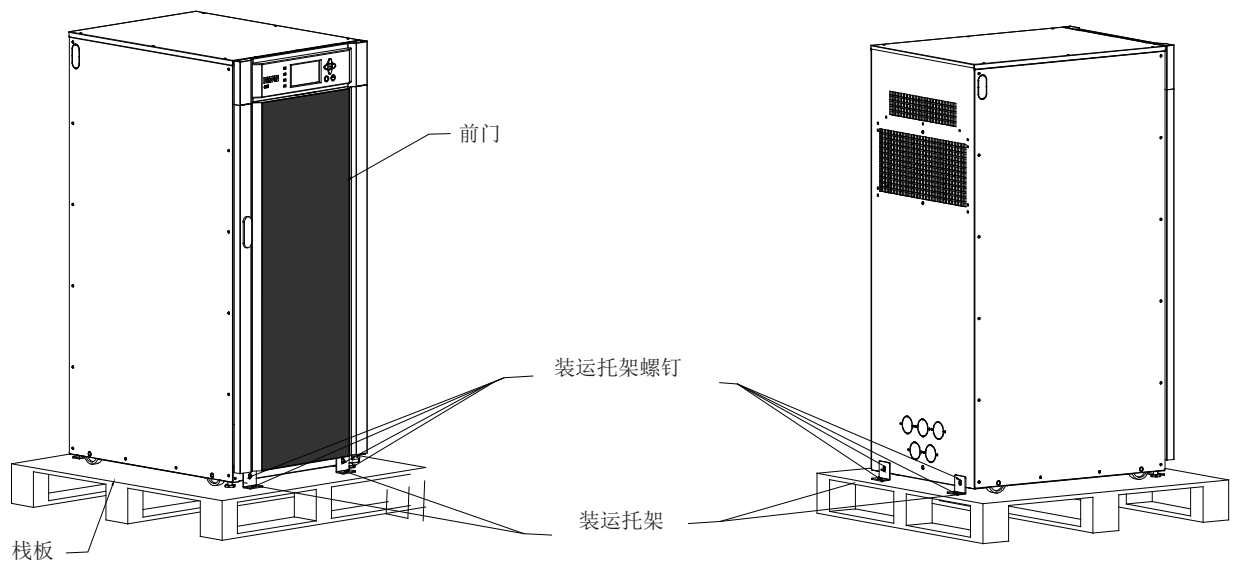

图 4-1: 拆除装运托架
3. 拆除机柜前侧固定装运托架及托架固定在栈板上的螺钉（见图 4-1），如果要永久安装机柜，请保存好装运托架和固定五金件，以备后用。
5. 拆除机柜后侧的固定装运托架及将托架固定到货盘上的螺钉（见图 4-1），如果要永久安装机柜，请保存好装运托架和固定五金件，以备后用。
11. UPS 机器需用原来的五金件重装第 3 和第 5 步中拆掉的机柜前后两侧的装运托架（见图 4-1）。